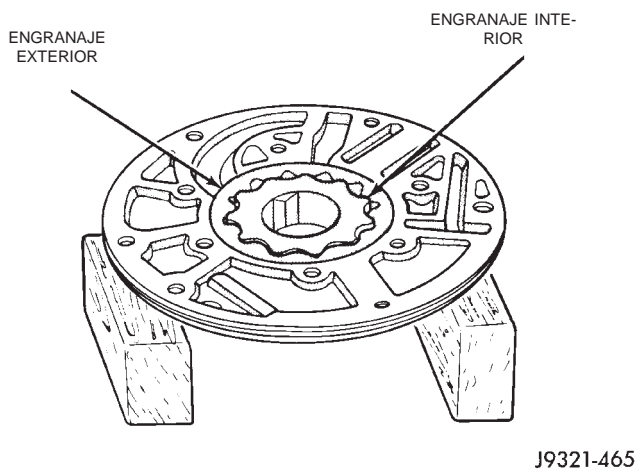

Fig. 127 Instalación del engranaje interior de la bomba
(5) Instale el engranaje interior de la bomba (Fig. 127).